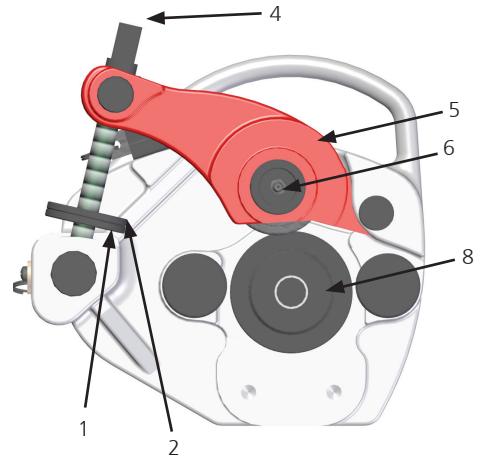

Figura 2
- Numa bancada de trabalho ou no chão, rode a porca de bloqueio (consulte a figura 2, n.2) e a porca reguladora (consulte a figura 2, n.1) no sentido anti-horário.
- Rode o parafuso guia (consulte a figura 2, n.4) no sentido anti-horário para “levantar” o rolo superior do parafuso do torno (consulte a figura 2, n.5).